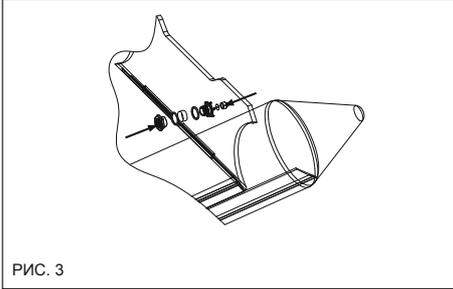

РИС. 3
3. Вставьте пробку в сливной клапан на транце. (Рис. 3)